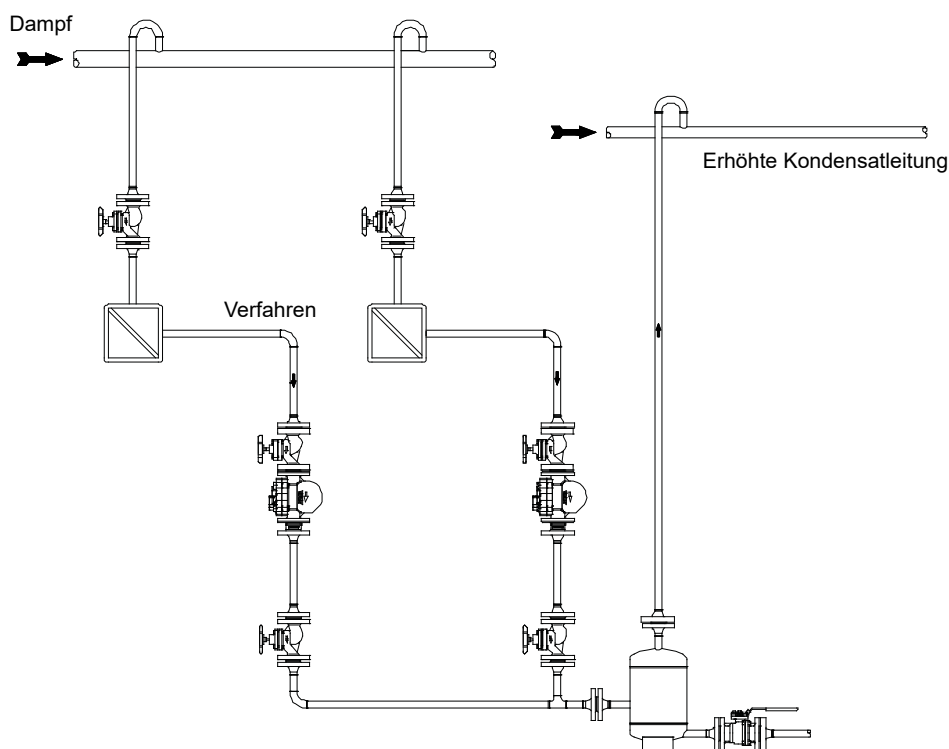

Fig. 1
- Überprüfen dieser Einbau- und Betriebsanleitung (IMI), des Datenblatts (IS) und des Typenschilds, ob das Produkt im Hinblick auf die beabsichtigte Einbaulage sowie in Bezug auf Fluid, Druck, Temperatur etc. für die geplante Montage geeignet ist.
- Für eine typische Installation siehe Abbildung 1.